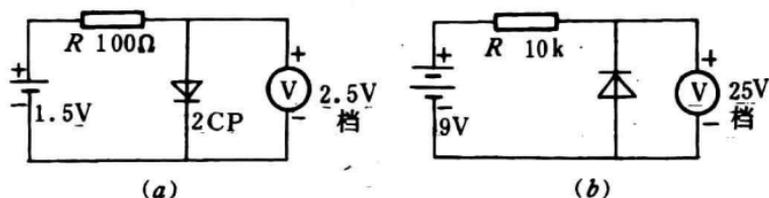

图 1-6
(1) 独立二极管特性的检查。对没有接入电路的二极管，可用图 1-6(a) 所示方法检测其正向特性。即将二极管(如 2CP 型)与 100Ω 电阻和 1.5V 电池串联在一起，然后利用万用表直流电压档测二极管两端电压。如果该电压在 0.5—0.6V 间，则说明正向特性是正常的。反之若电压在 0.6V 以上或近于 0，则说明正向特性不好或呈短路状态。
利用图 1-6(b) 所示电路可以检查二极管反向特性。由图不难看出，当电压表指示电压为 V_r (例如为 8V) 时，则电阻 R 两端电压为